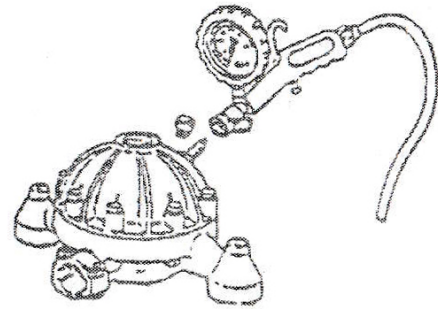

Рис. 6.10
6.3.14 Перевірте тиск повітря в акумуляторі (наповнювачі) тиску (рис. 6.10). Він повинен бути 0,2 МПа.